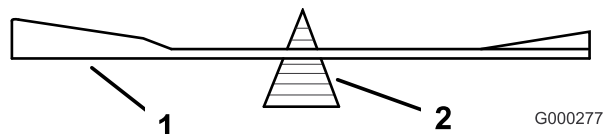
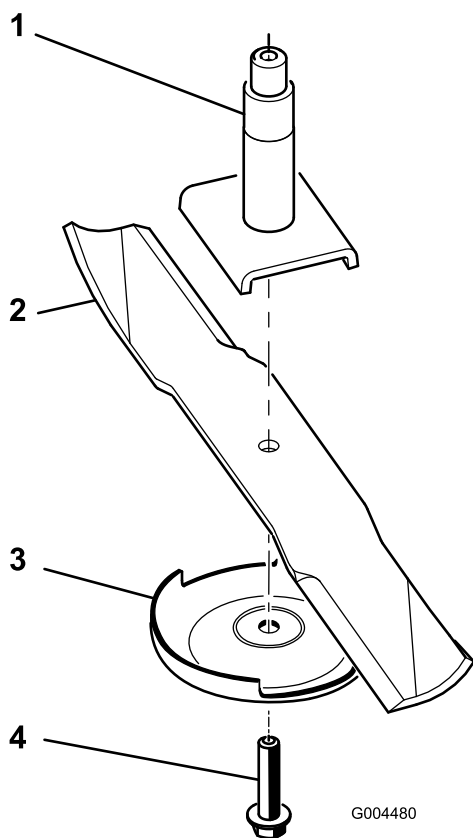

Figure 24
Figure 25
2. Vérifiez l'équilibre de la lame en la plaçant sur un équilibreur (Figure 24). Si la lame reste horizontale, elle est équilibrée et peut être utilisée. Si la lame est déséquilibrée, limez un peu l'extrémité de l'ailette seulement (Figure 25). Répétez la procédure jusqu'à ce que la lame soit équilibrée.
4. Enlevez le boulon, la plaque anti-scalp et la lame de l'axe de pivot ; voir Figure 25 sous Montage des lames (page 20).
1. Placez la lame sur l'axe (Figure 25).
2. Montez la plaque anti-scalp et le boulon de lame (Figure 25).